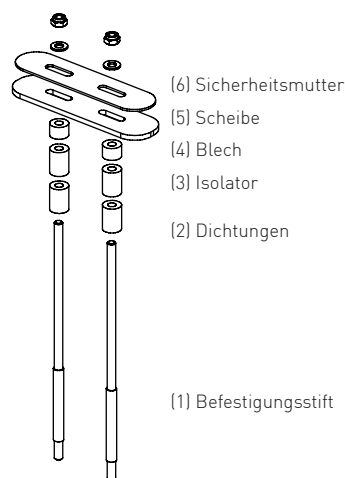

Abb. 15: Montage Befestigungsstifte
Schließlich die zugesschnittenen Distanzstücke auf das Bugstrahlruder aufstecken. Befestigungsstifte durchführen und laut Abb. 15 verschrauben und im Bootsinnenraum nach Bedarf kürzen. Auf die entsprechende Anzahl an Dichtungen (2) achten (Rumpfdicke + 25 %), da diese beim verschrauben gestaucht werden.